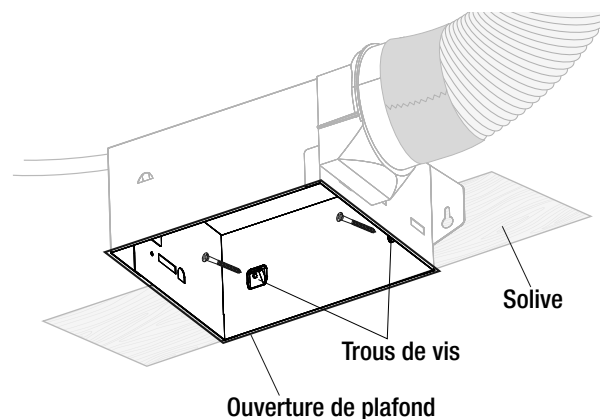

Fig. 13
- S'assurer que le boîtier est correctement fixé, puis réinstaller l'assemblage de montage du moteur. Brancher le moteur dans la prise de courant. Voir les figures 13 et 14.